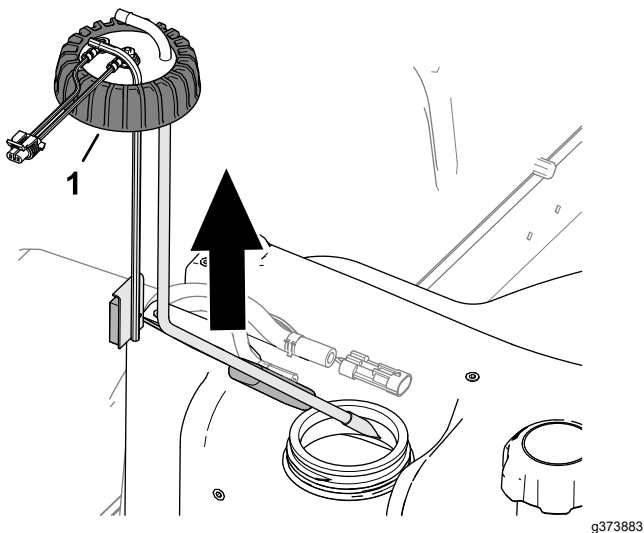

**Figura 90**
4. Mueva las abrazaderas que sujetan las mangueras a los acoplamientos del sensor de combustible hacia dentro, y retire las mangueras de los acoplamientos (Figura 90).